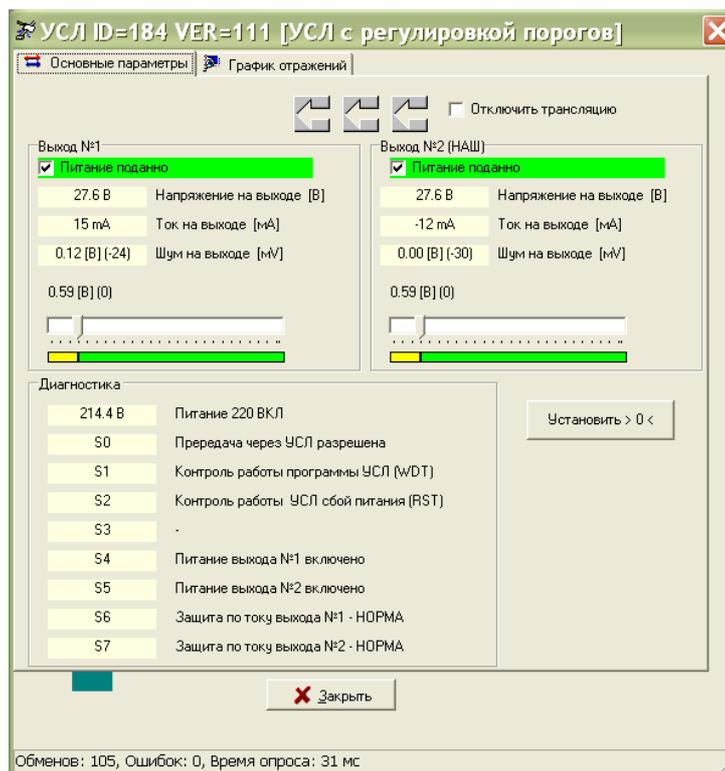

Рисунок 12 - Параметры УСЛ-П
2) Выбрать в таблице устройств «УСЛ». В окне «Поиск» выбрать команду «Тест» и установить следующие параметры конфигурации УСЛ-П (рисунок 12):
- 4) Выбрать найденный усилитель в таблице устройств и нажать кнопку «Тест». Откроется окно с параметрами усилителя (рисунок 12).
- 6) Нажать на кнопку «Установить 0» в поле «Диагностика» (рисунок 12). Значение в поле «Ток в линии СОС-95» должно стать  $(0 \pm 20)$  мА.